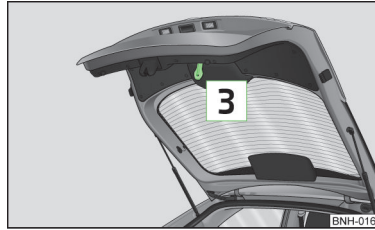

Abb. 19 Griff in der Innerverkleidung der Gepäckraumklappe
- Die Klappe mit dem Griff **3** » Abb. 19 herunterziehen und mit leichtem Schwung zuschlagen.